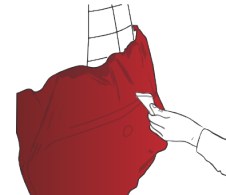

Figure 21
- › Appliquer le film sur l'ensemble de la surface à l'aide d'une raclette en plastique recouverte de feutrine en veillant à le lisser doucement sur la zone convexe (FIG. 21) pour faire disparaître les tensions et les plis.